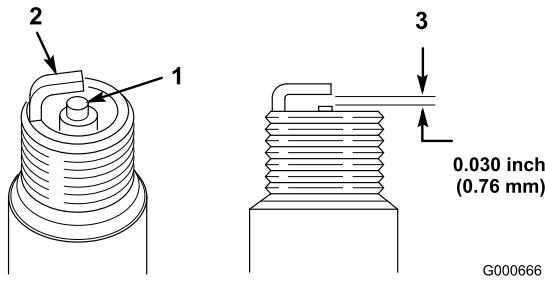

Bild 27
- Sehen Sie sich die Mitte der Zündkerze an (Bild 27). Wenn der Kerzenstein hellbraun oder grau ist, ist der Motor richtig eingestellt. Eine schwarze Schicht am Kerzenstein weist normalerweise auf einen schmutzigen Luftfilter hin.
2. Prüfen Sie den Abstand zwischen der mittleren und der seitlichen Elektrode (Bild 27) und biegen Sie die seitliche Elektrode, wenn der Abstand falsch ist.